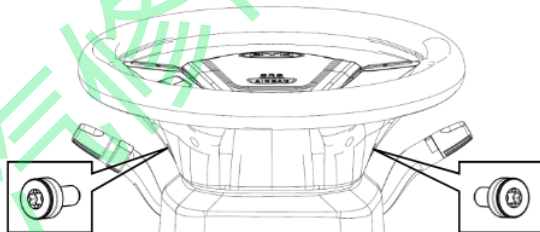

图 3-14
① 对齐转向盘两侧的小圆孔，用 TX30#套筒松开两个内六角螺钉。如图 3-14 所示。